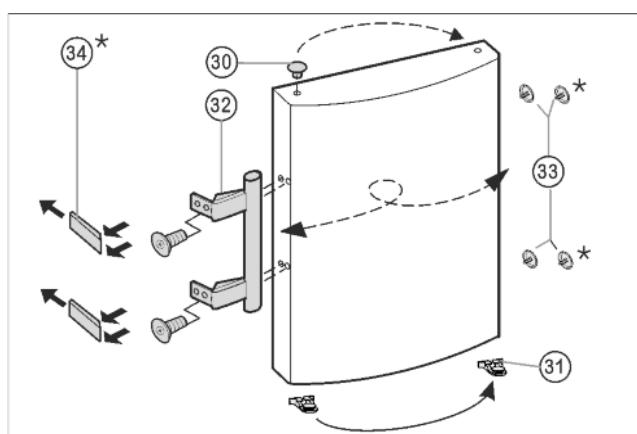

Fig. 7
- ▶ Витягніть пробки Fig. 7 (33) із втулок на дверцях і переставте їх.
- ▶ Зніміть ручку дверцят Fig. 7 (32), пробки Fig. 7 (33) та пластини\* Fig. 7 (34) і переставте на протилежний бік.